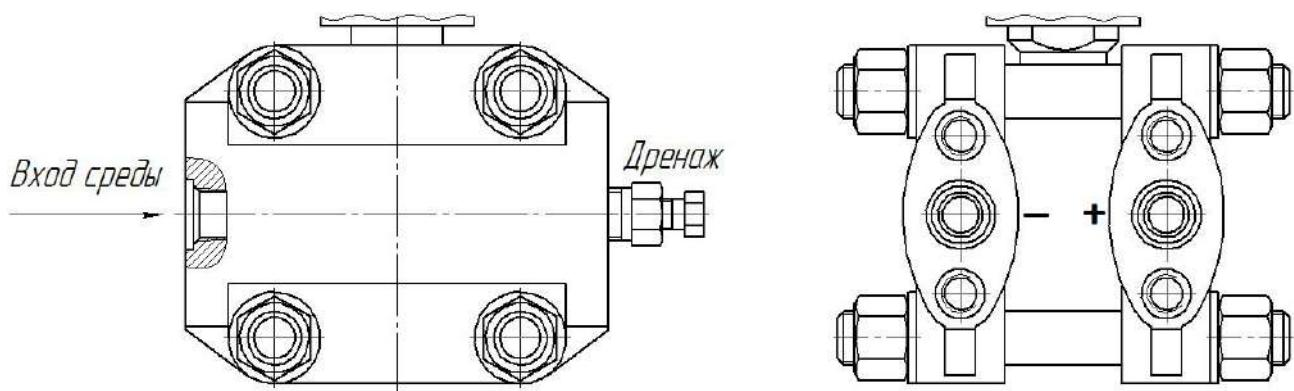

Рисунок 6 – Места подвода давлений датчиков ДД
1.6.4 Места подвода большего и меньшего давлений у датчиков разности давлений маркированы знаками «+» справа и «-» слева (см. рис. 6). Знак «+» соответствует месту подвода измеряемого давления или большего из